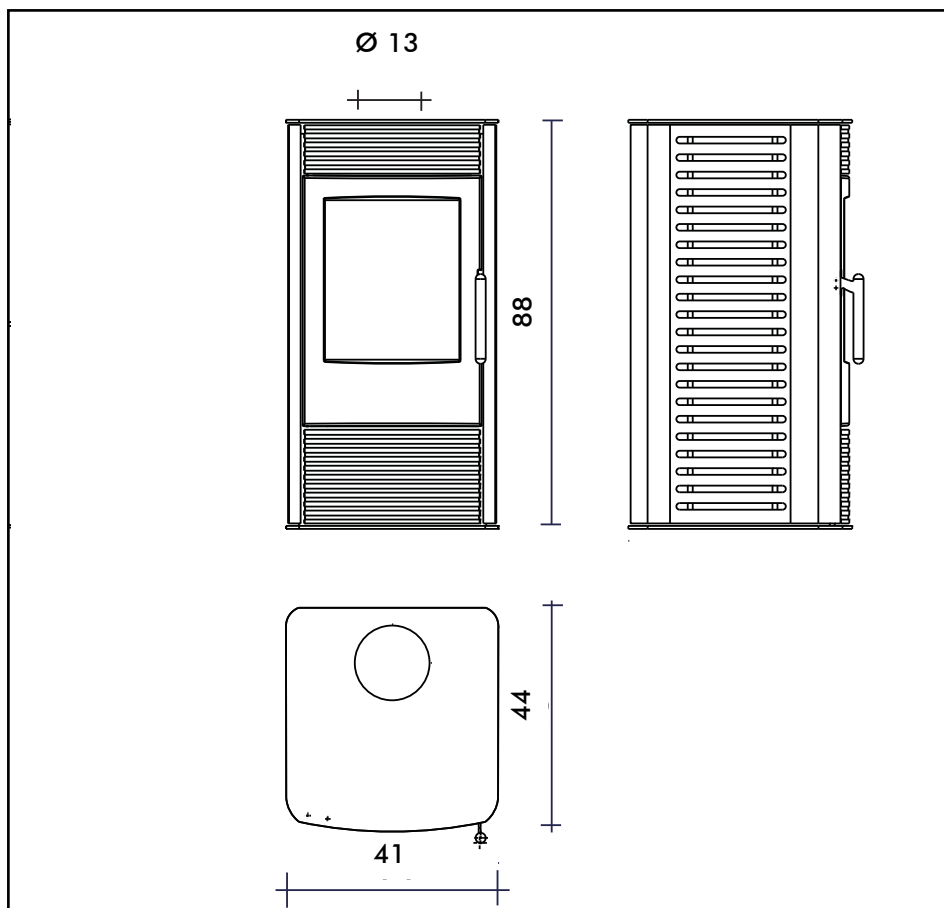

FIG. 4
- La **regolazione dell'aria primaria** si ottiene agendo sulla levetta **A** (Fig. 4), situata sulla sinistra della portina inferiore.
PRIMA ACCENSIONE (Fig.4 - pag.3)
- Aprire la valvola dell'aria comburente posizionando la leva **A in posizione 2 (Fig.4 pag.3)**, aprire la valvola di tiraggio eventualmente inserita nel tubo di collegamento alla canna fumaria (canale da fumo).
- A fuoco troppo intenso si consiglia di chiudere parzialmente la valvola dell'aria comburente posizionando la leva **A in posizione 1 (Fig.4 pag.3)** e di chiudere leggermente la valvola di tiraggio eventualmente installata sul tubo di collegamento alla canna fumaria (canale da fumo).